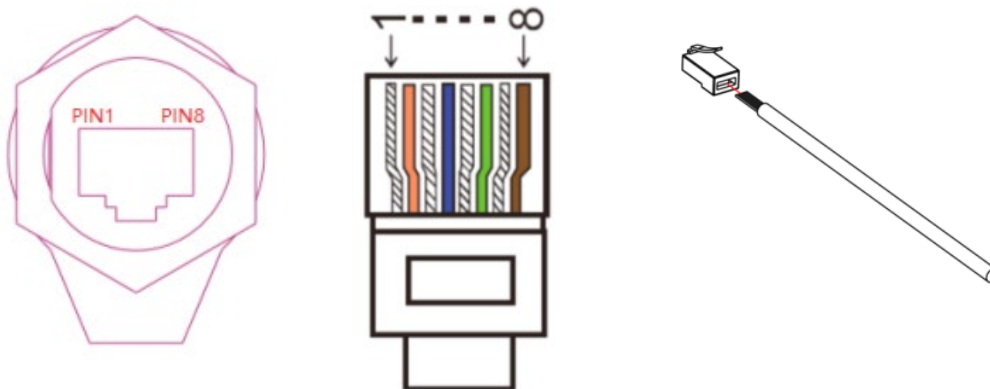

Figure 150 – Connexion à l'interface DRMs (1)
- 1) Positionner les bornes du fil avec la séquence des couleurs indiquée sur la Figure 150.